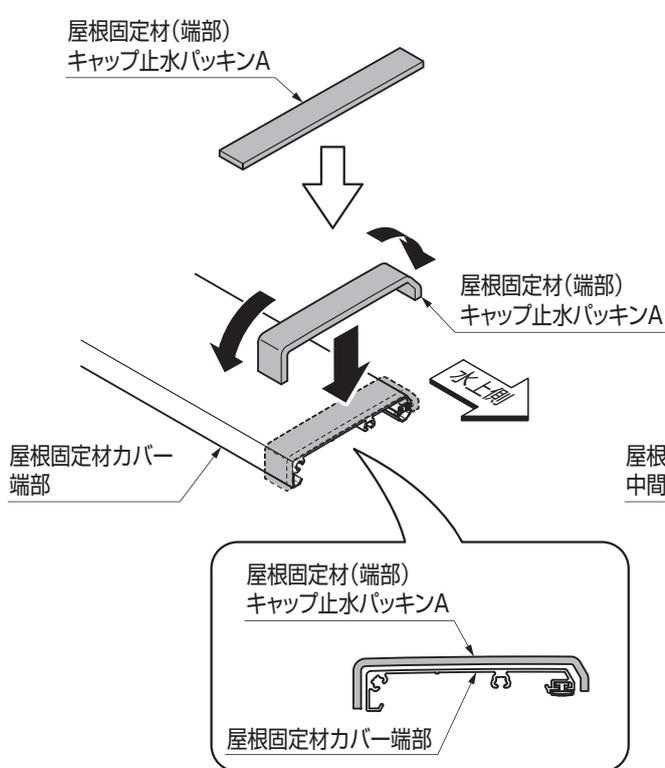

図10-12 端部
- ① 屋根固定材(端部)キャップ止水パッキンAを屋根固定材カバー 端部の水上側に貼り付けてください。(図10-12参照)